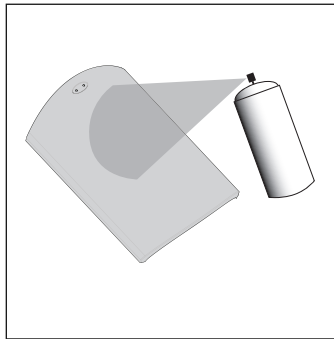

FIGURE 9: Peinture de la grille. Appliquer de minces couches de peinture en aérosol. N'obstruez pas les trous avec la peinture.
2. Appliquez deux minces couches de peinture de finition en aérosol [figure 9]. Si vous utilisez un pistolet pulvérisateur, choisissez le réglage le plus fin, le plus diffus. Assurez-vous de ne pas obstruer les trous de la grille avec la peinture.